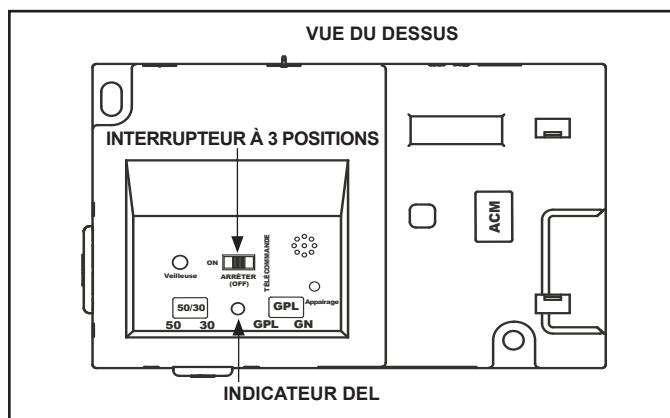

Figure 3.9 IFT-ECM
1. Le module de commande électronique (IFT-ECM) possède un commutateur de sélection à trois positions ON/OFF/REMOTE qui doit être réglé pour un bon fonctionnement. Voir la figure 3.9. Lorsque vous changez la position, il est important de faire une pause de 1 à 2 secondes dans chaque position.